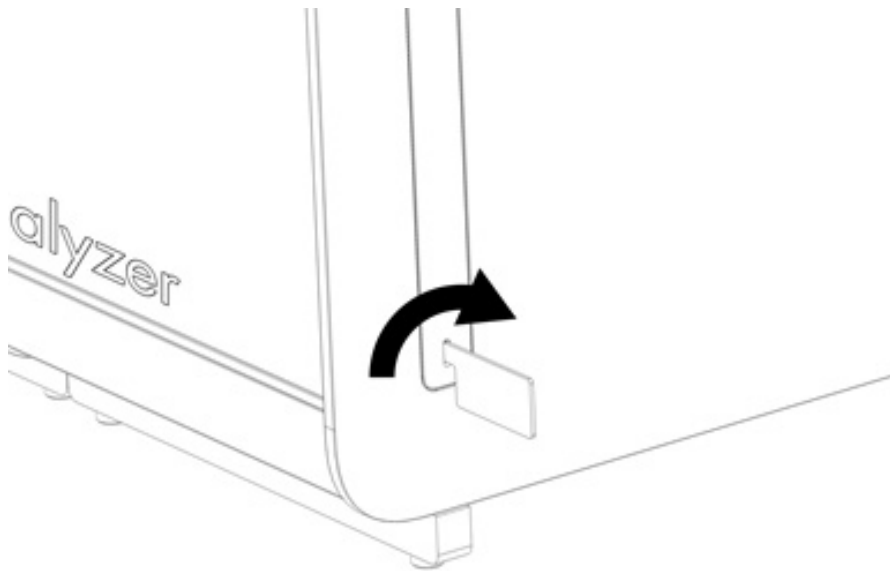

Figure 15. Retrait des couvercles de protection.
3. Retirez les couvercles de protection du côté du module analytique à l'aide de l'outil de retrait du couvercle de protection fourni avec le QIAstat-Dx Analyzer 2.0 (figure 15).